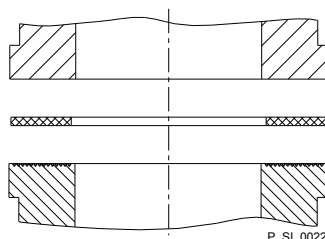

Fig. 13: Vedação plana de elastômero em peça de inserção não dentada
- Caso seja utilizada uma peça de inserção não dentada (por ex. peça externa), deve-se utilizar uma vedação plana de elastômero, ver Fig. 13.